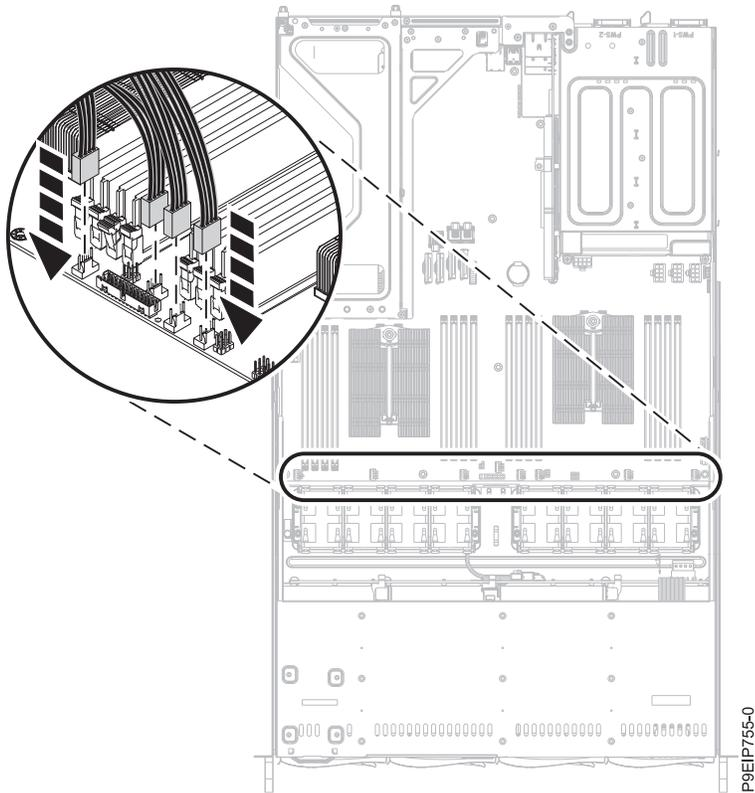

図 18. ファン・ケーブルの接続
4. ファン・ケーブルをシステム・バックプレーンに接続します (24 ページの図 18 を参照)。